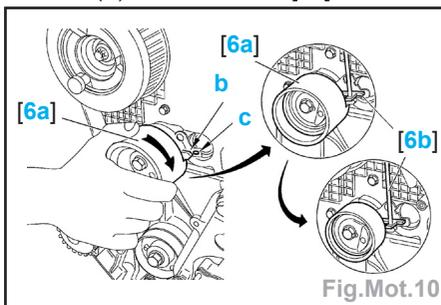

Fig.Mot.10
- Tourner le galet tendeur à l'aide de l'outil [6a] jusqu'à dépasser l'encoche (c) (Fig.Mot.10).